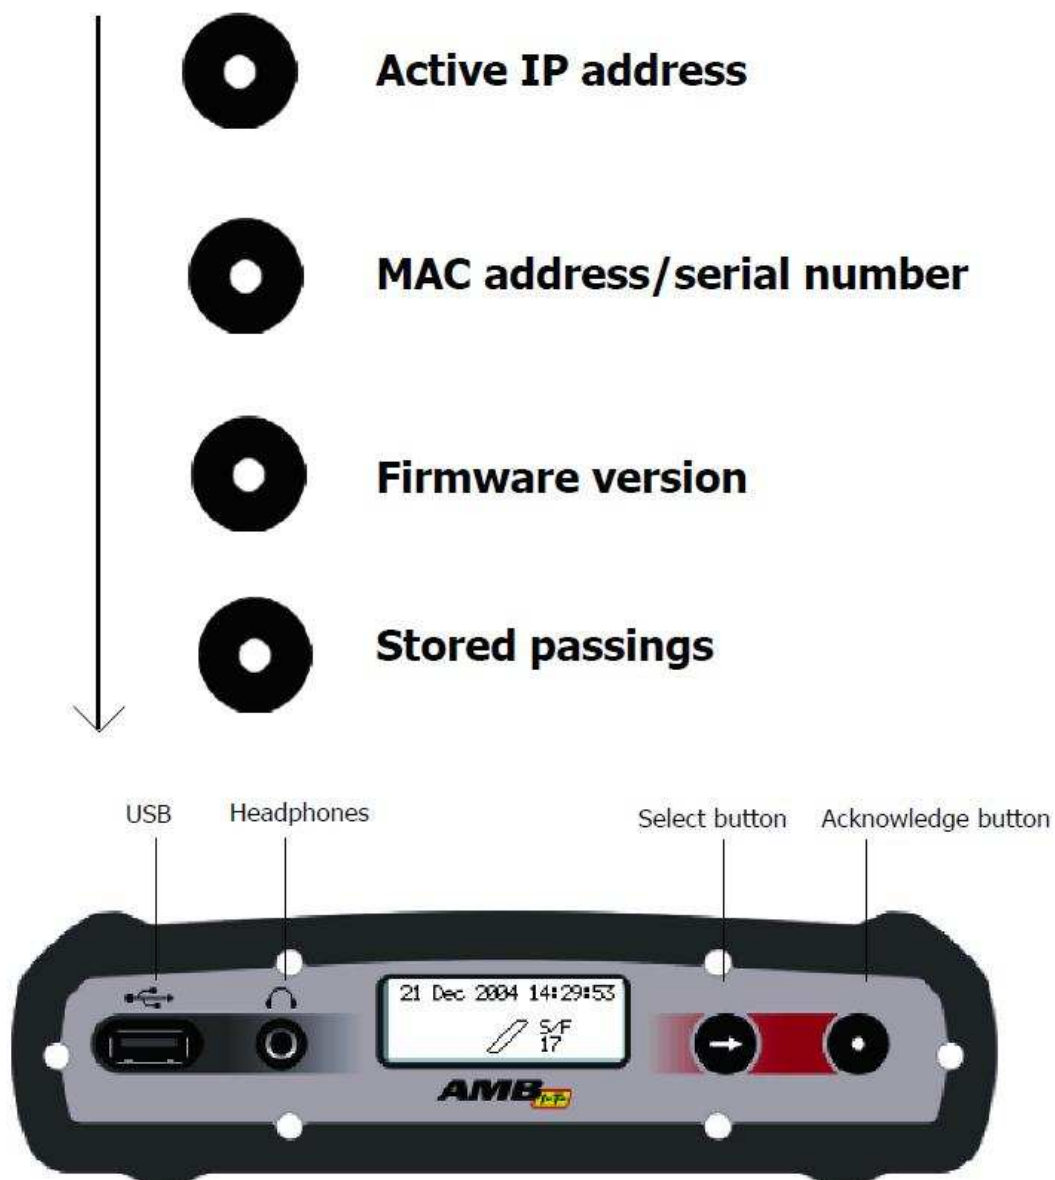

Figure 1.4: Decoder with status display
- Rysunek 1.4 Wyświetlacz dekodera